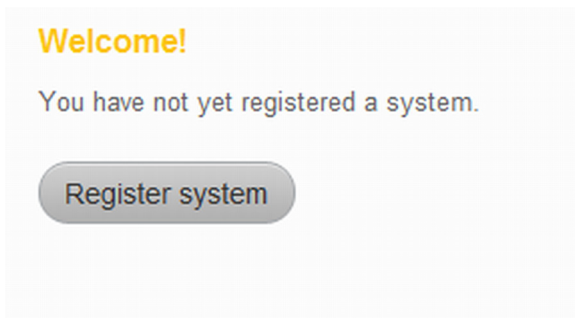

Abb. 14: Button, der zur Registrierungsseite führt
2. ➔ Sie werden auf die "Mein Suntrol"-Seite geleitet. Wenn dies ihre erste Solaranlage ist, die Sie registrieren klicken Sie auf den Button "Anlage registrieren"; Abb. 14. Wenn Sie bereits eine oder mehrere Anlagen registriert haben gehen Sie zu „Mein Suntrol“ ➔ "Meine Anlagen" ➔ "Neue Anlage registrieren"